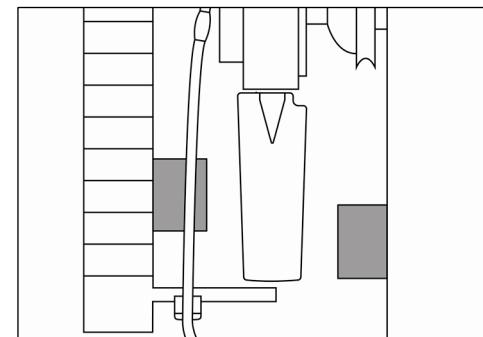

Bild 35
- 30)** Kontrollera när bladen står på tvären att de inte kolliderar med några föremål framför eller bakom fläkten (minimum spalt 5 mm (0,196") / se Bild 35).